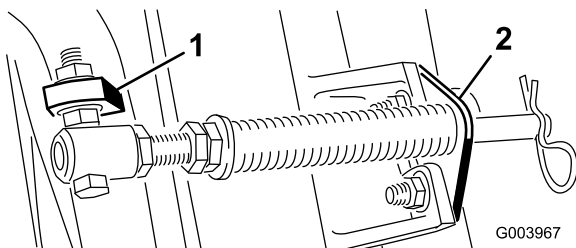

Figure 6
Remarque: Placez la tête du boulon sur le côté extérieur de la patte, comme montré à la Figure 6.
D. Montez le support de tige sur les pattes du plateau de coupe à l'aide des boulons de carrosserie et des écrous (Figure 6).